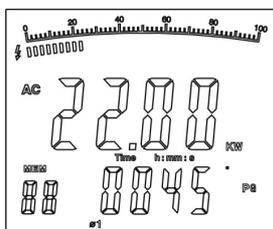

Figure 7
1. Appuyez sur SEL pour choisir la phase première  $\text{P1}$ , voyez la figure 7. Le doublé écran montre la valeur de puissance active kW et la valeur PG de la deuxième phase 1.